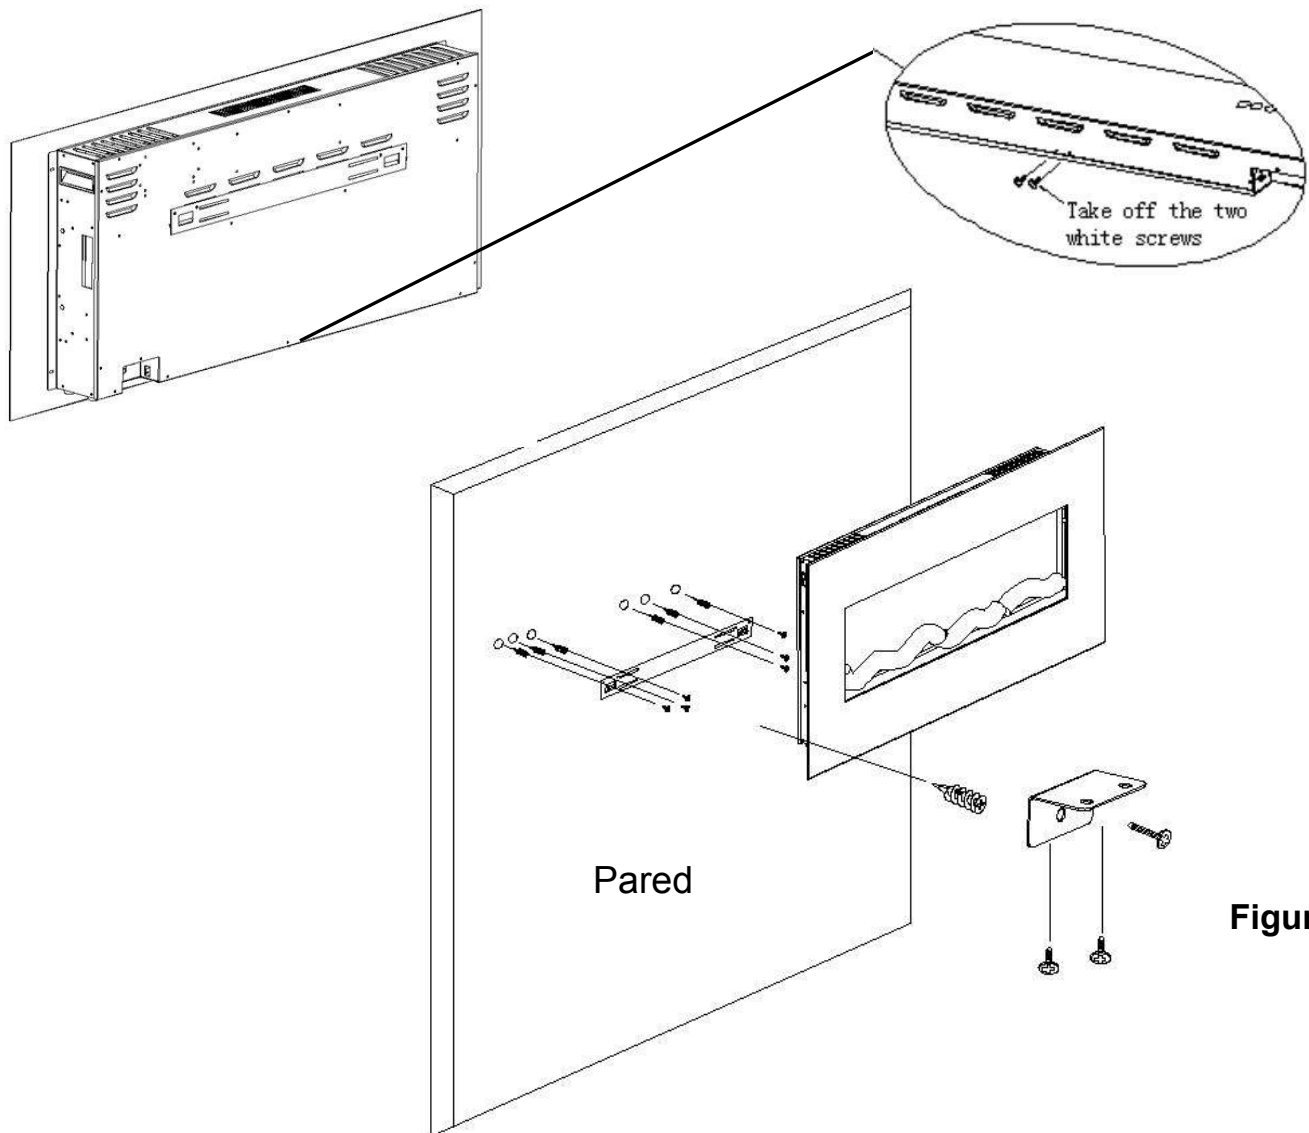

Figura 2.
B. Quite los dos tornillos blancos de la parte inferior de la chimenea, luego atornille el soporte de montaje de un lado a la parte inferior de la chimenea con los tornillos blancos y el otro lado a la pared usando los **anclajes (C)** y **tornillos para madera (B)** firmemente apretados. **Figura 2.**